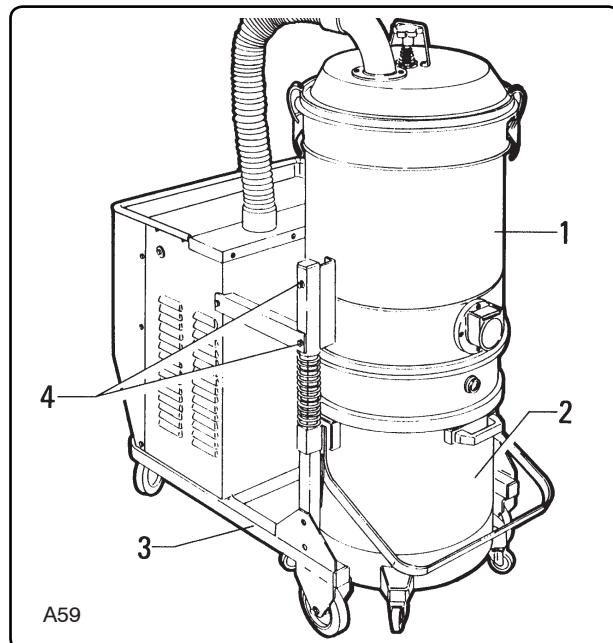

Fig. 8.5.7
**8.5.6 - Verifica tenuta camera filtrante (fig. 8.5.7)**
**8.5.7 - Controllo integrità delle tubazioni (fig. 8.5.8)****8.5.6 - Checking the tightness of the filter chamber (fig. 8.5.7)**
**8.5.6 - Vérification de la chambre filtrante (fig. 8.5.7)**
**8.5.7 - Contrôle des tuyauteries (fig. 8.5.8)****8.5.6 - Prüfung der Dichtheit der Filterkammer (Abb. 8.5.7)**